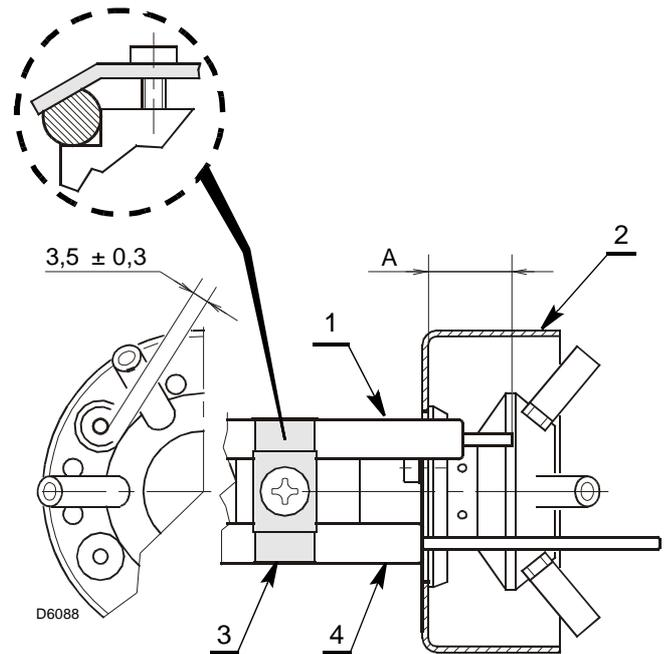

Abb. 13
- Das Einrasten der Platte 3)(Abb. 13) in der Abflachung der Elektrode 1) prüfen.